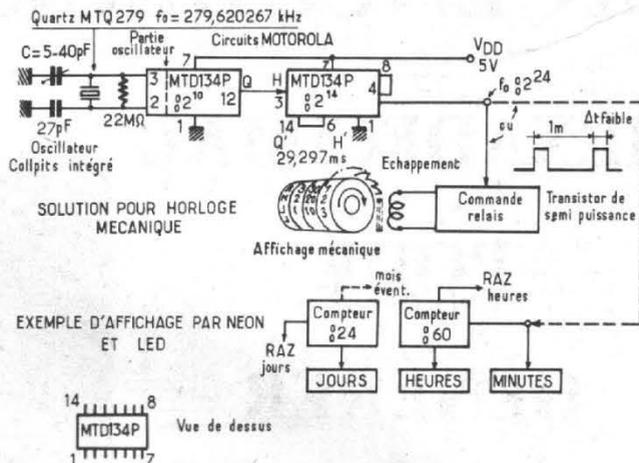

Fig. 8. - Schéma de principe d'horloge à quartz (d'après Motorola).
L'emploi est évident : il s'agit d'un circuit créant une impulsion dans un relais qui relâche temporairement un échappement de roue indicatrice ou une séquence traitée, par ailleurs, dans un affichage électronique. S'il s'agit d'une roue indiquant les minutes d'une pendule, celle-ci est en relation avec d'autres roues totalisatrices à entraînement mécanique et affichant les heures les jours, les mois etc. Quant à l'affichage par des néons ou des LED à 7 segments, le traitement est constitué encore de compteurs par 60 (heures) puis par 24 (jours) etc. (voir fig. 8). La division atteint 2^{24} grâce à deux circuits intégrés Motorola MTD 134P (1) dont une partie peut être utilisée en oscillateur Colpits à Quartz. Ce dernier oscille sur $2^{24} \times 1/60 = 279,620267$ kHz avant la division.